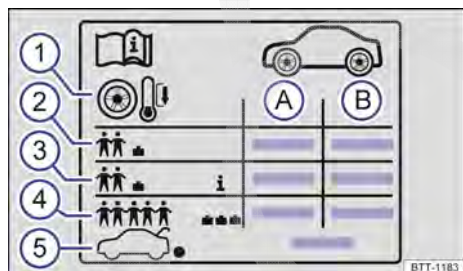

Fig. 273 Símbolos na etiqueta com as pressões dos pneus.
Indicações na etiqueta com as pressões dos pneus → Fig. 273:
Dependendo do veículo, a etiqueta com as pressões dos pneus pode ter uma pressão dos pneus de conforto → Fig. 273 ②. A pressão dos pneus de conforto possibilita aumentar o conforto da condução. Ao conduzir com a pressão dos pneus de conforto, pode aumentar o consumo de combustível.